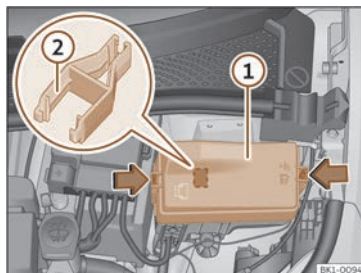

Fig. 181 Nel vano anteriore: coperchio della scatola dei fusibili.
- Premere le linguette di blocco per sbloccare il coperchio della scatola portafusibili >>> **fig. 181** ①.
Nella scatola portafusibili possono essere presenti delle pinze di plastica per l'estrazione dei fusibili >>> **fig. 181** ②.